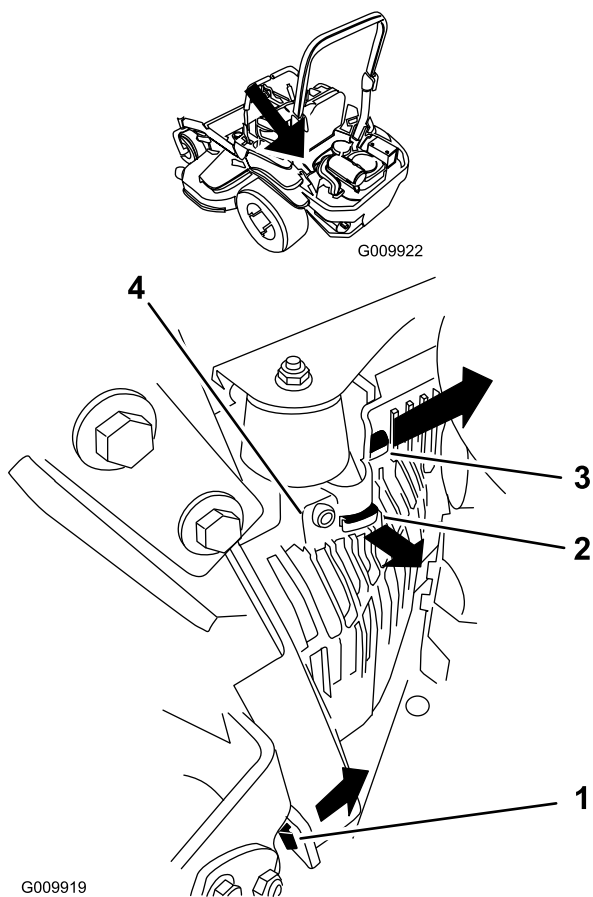

Figura 51
3. Retire la cubierta de la unidad hidráulica de la izquierda en el orden indicado en Figura 51. Así tendrá acceso a la bujía delantera.
5. Instale la cubierta de la unidad hidráulica izquierda (Figura 51).